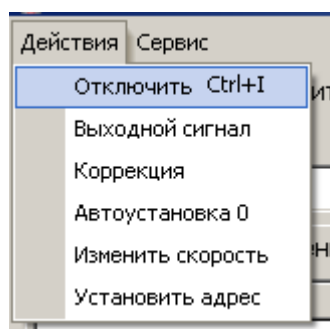

Рисунок 2. Меню команд
- 3.8.4. В меню «Действия» выберите пункт меню «Подключить». Программа выполнит поиск подключенного преобразователя давления. При установлении связи с преобразователем давления, будет подано напряжение питания на преобразователь давления 24 ± 2 В, считаются параметры преобразователя давления, программа настроится на работу в соответствии с выбранной моделью и на вкладке «Подключенный» (рис.2. приложения Б) отобразятся его параметры.